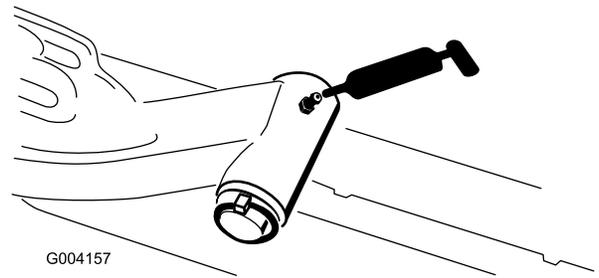

Рисунок 44
- Ось поворота подъемного рычага (по 1 шт.) (Рисунок 44)